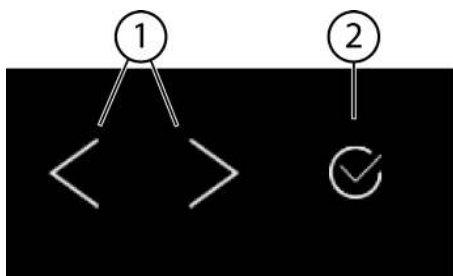
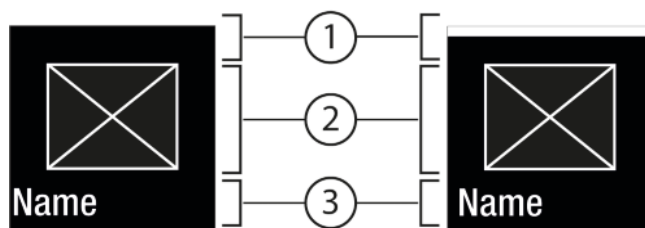
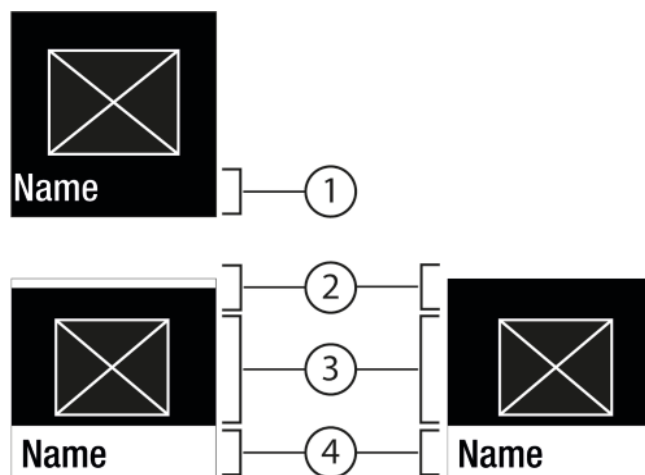

Fig. 5
Fig. 6
Fig. 7
- (1) Навигационная стрелка влево / вправо
(2) Подтвердить
Навигационная стрелка влево / вправо Fig. 5 (1):
Подтвердить Fig. 5 (2):
- Навигация при помощи навигационной стрелки влево / вправо Fig. 5 (1).
- С помощью Подтвердить Fig. 5 (2) активировать Fig. 6 (1) / деактивировать Fig. 6 (1) функцию / настройку.
- С помощью Подтвердить Fig. 5 (2) вызвать Подменю Fig. 7 (4).
- Установка нового значения: С помощью Подтвердить Fig. 5 (2) выбрать деактивированное значение Fig. 6 (1).
- Назад в меню: С помощью Подтвердить Fig. 5 (2) выбрать уже активированное значение Fig. 6 (2).
- ▶ Навигационные стрелки Fig. 5 (1) нажимайте до тех пор, пока не появится индикация функции.
- ▶ Нажмите на Подтвердить Fig. 5 (2).
- ▶ С помощью навигационных стрелок Fig. 5 (1) выберите значение настройки.
- ▷ Состояние: активировано Fig. 6 (1) появляется ненадолго в Подменю Fig. 7 (4).
- ▶ Нажимайте навигационные стрелки Fig. 5 (1) до тех пор, пока не появится индикация настроек .
- ▶ Нажимайте навигационные стрелки Fig. 5 (1) до тех пор, пока не появится индикация требуемой настройки.
- ▶ Нажмите и удерживайте в течение 3 секунд Подтвердить Fig. 5 (2).